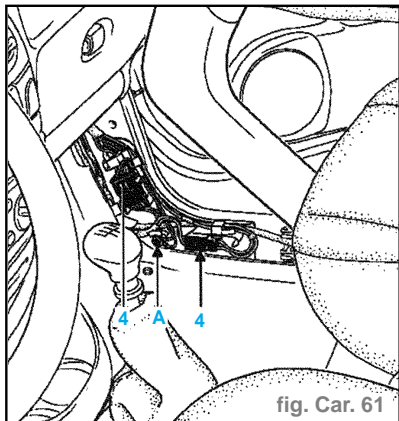

fig. Car. 61
- Déconnecter les deux faisceaux (4) et déposer la vis (A) de fil de masse. (fig. Car. 61)